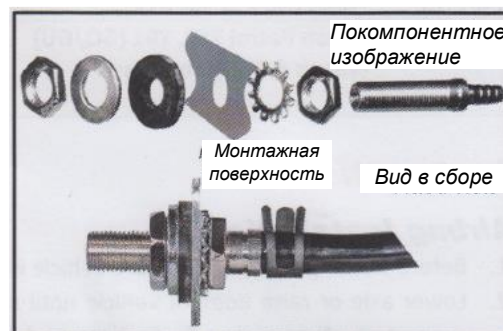

Рис. 2: Узел клапана для накачивания
13. Чтобы разрезать воздухопровод, используйте стандартный труборез, лезвие бритвы или очень острый нож. Ровный срез под прямым углом дает гарантию от протечек. Разрежьте воздухопровод на две равные части. Просверлите отверстия 5/16" (8 мм) под клапаны для накачивания и установите, как показано на рисунке. Резиновая шайба снаружи служит герметизирующей прокладкой для защиты от атмосферных воздействий (рис. 2).